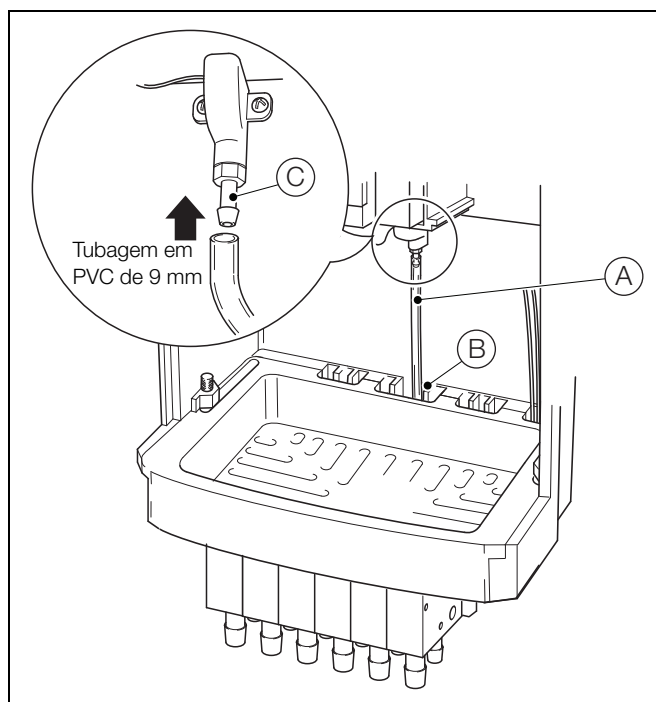

Fig. 4.13 Ligação do tubo de drenagem de resíduos contaminados
Se for utilizado um tubo de drenagem alternativo, consulte Fig. 4.13 e encaminhe o tubo (A) para cima através do canal central (B) e ligue-o ao coletor de drenagem de resíduos contaminados (C).